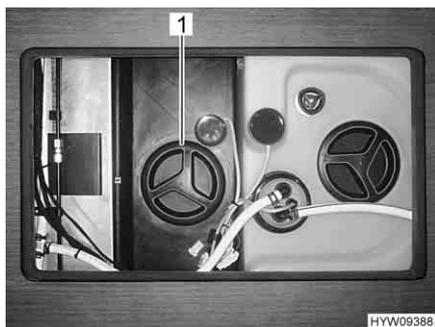

Fig. 201 Apertura per la pulizia (serbatoio delle acque grigie)
- A questo scopo aprire l'apertura per la pulizia (Fig. 201,1) per il serbatoio delle acque grigie e il rubinetto di scarico.